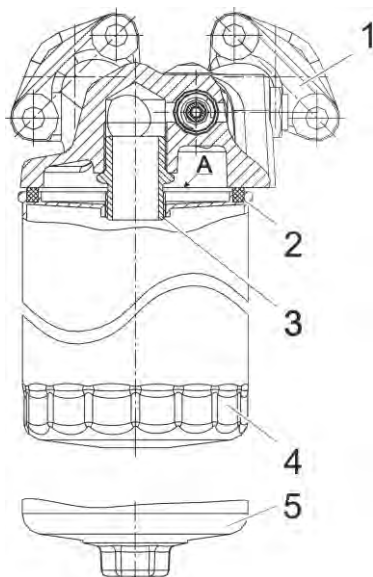

Рисунок 161. Фильтр масляный со сменным фильтром для масла:
С мая 2013 года двигатели ЯМЗ комплектуются фильтром масляным 658.1012010 со сменным фильтром для масла (рисунок 161).
2. Отвернуть сменный фильтр для масла 4 (рисунок 161). В случае затруднённого отворачивания сменного фильтра использовать специальный съёмник.